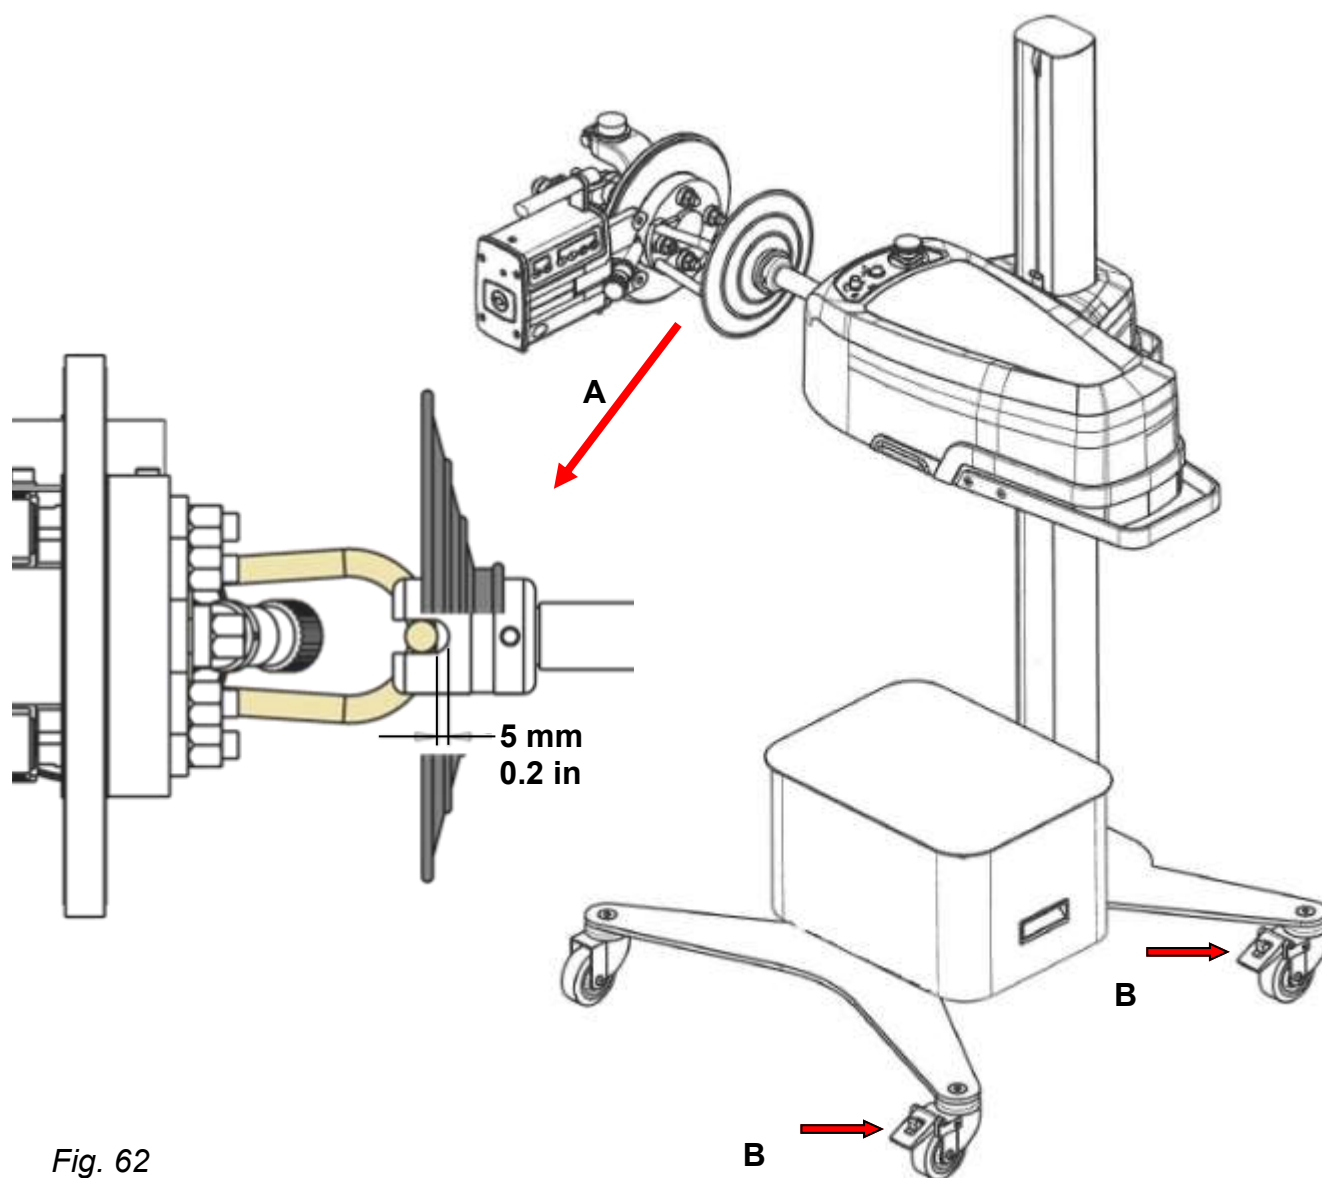

Fig. 62
4. Spingere l'innesto sopra la piastra di trascinamento di modo che lo spazio tra le due parti sia di 5 mm (0.2 inch), fig. 62 A. L'innesto deve essere allineato al centro del mozzo.
5. Ruote posteriori del supporto: bloccare il freno, fig. 62 B.